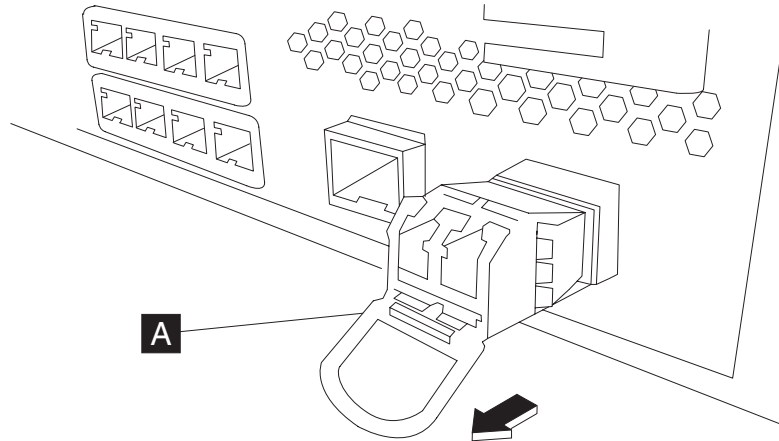

Figura 19. Removendo o Transceptor SFP+
- Puxe a trava azul (**A**) para baixo, na frente do transceptor, como mostrado em Figura 19.